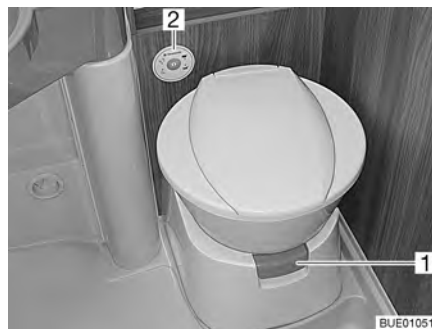
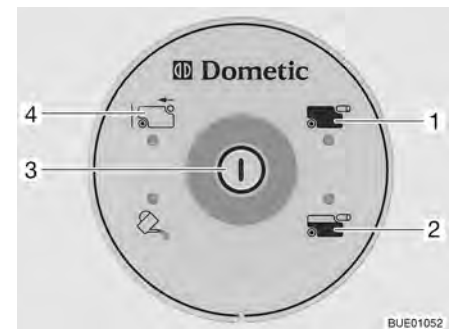

Fig. 243 Taza del inodoro con unidad de control y de mando
Fig. 244 Unidad de control y de mando del inodoro
Antes de utilizar el inodoro dejar que un poco de agua llegue a la taza del inodoro. Para esto, pulsar el botón de lavado (Fig. 244,3) en la unidad de control y de mando (Fig. 243,2).
- Antes del lavado, abrir la corredera del inodoro. Para esto extraer la palanca de corredera (Fig. 243,1).
- Para lavar, pulsar el botón de lavado (Fig. 244,3).
La luz de control (Fig. 244,2) se enciende cuando 3/4 del depósito de aguas fecales están llenos.
La luz de control (Fig. 244,1) se enciende cuando es necesario vaciar el depósito de aguas fecales.
- Hundir la palanca de corredera (Fig. 243,1). Se cierra la corredera. Para el vaciado **debe** estar cerrada la corredera del inodoro.
- Inclinar el depósito de aguas fecales un poco y a continuación sacarlo completamente. En la unidad de control y de mando se enciende el visualizador "depósito de aguas fecales sacado" (Fig. 244,4).